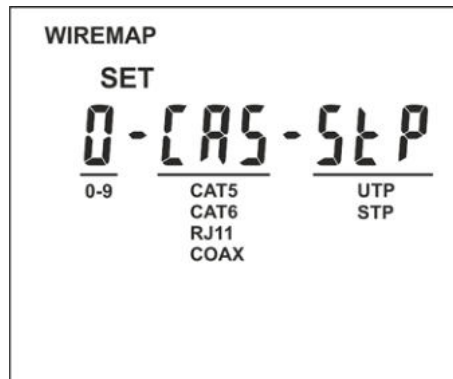

Fig. 5: Impostazione tipo di cavo
3. Premere i tasti freccia  o  fino a visualizzare la videata di Fig. 5 parte sinistra